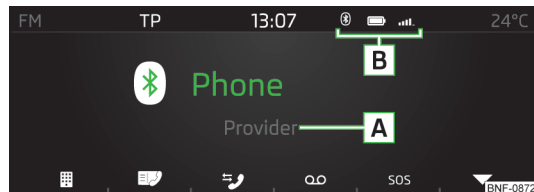

Fig. 111
- En el menú principal *Teléfono* pulse la tecla de función » **fig. 111 de la pág. 90.**
- Para **visualizar**, pulsar en el menú principal *Teléfono* la tecla de función » **fig. 111 de la pág. 90.**
- En el menú principal *Teléfono* pulse la tecla de función ▼ » fig. 111 de la pág. 90.
- Para **visualizar**, pulsar en el menú principal *Teléfono* la tecla de función ☎ » fig. 111 de la pág. 90.